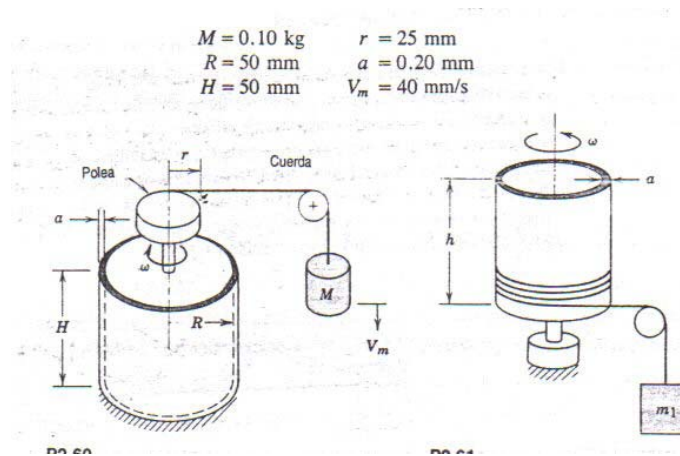

Figura 1
**P1.** Un viscosímetro de cilindros concéntricos es accionado por una masa  $M$  que cae y que está conectada mediante una cuerda y una polea al cilindro interior (figura 1, izquierda). El líquido que se va a probar llena el claro anular de ancho  $a$  y altura  $H$ . Después de una etapa transitoria inicial, la masa cae a velocidad constante  $V_m$ . Desarrolle una expresión algebraica para la viscosidad del líquido en el dispositivo en términos de  $M$ ,  $g$ ,  $V_m$ ,  $r$ ,  $R$ ,  $a$  y  $H$ . Evalúe para los valores indicados en la figura.
**P2.** El delgado cilindro exterior (masa  $m_2$  y radio  $R$ ) de un pequeño viscosímetro portátil de cilindros concéntricos (figura 1, derecha) se acciona por medio de una masa que cae,  $m_1$ , unida a una cuerda. El cilindro interior es fijo. El claro entre ambos es  $a$ . Desprecie la fricción de cojinete, la resistencia del aire y la masa del líquido en el viscosímetro. Obtenga una expresión algebraica para el momento de torsión, producto del corte viscoso que actúa en el cilindro a una velocidad  $\omega$ . Deduzca y resuelva una ecuación diferencial para la velocidad angular máxima del cilindro.